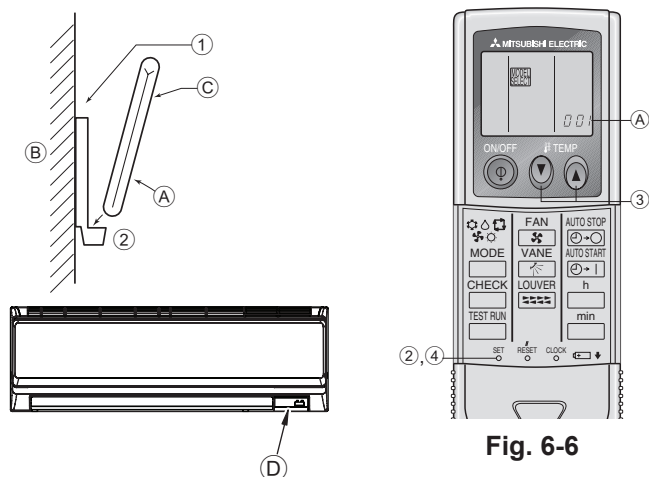

Fig. 6-5
2) Méthode d'installation (Fig. 6-5)